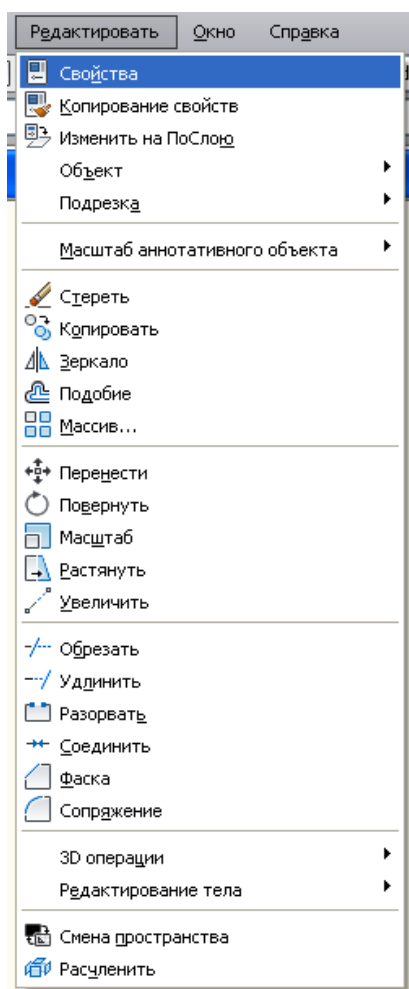

Рис. 15. Панель
2. Изучите редактирование чертежа с помощью панели **Редактирование** (рис. 15).